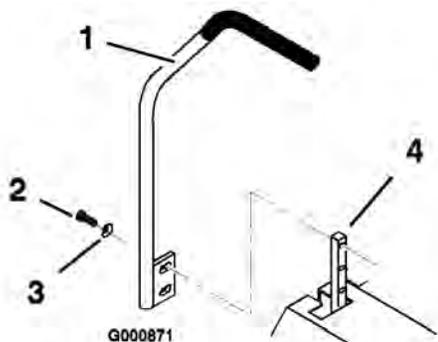

Figura 16
1. Retire los 2 tornillos y arandelas curvas que fijan la palanca de control al eje del brazo de control (Figura 16).
2. Mueva la palanca al juego de taladros siguiente. Fije la palanca con los 2 tornillos y arandelas curvas. La parte cóncava de la arandela debe estar orientada hacia el eje del brazo de control (Figura 16).